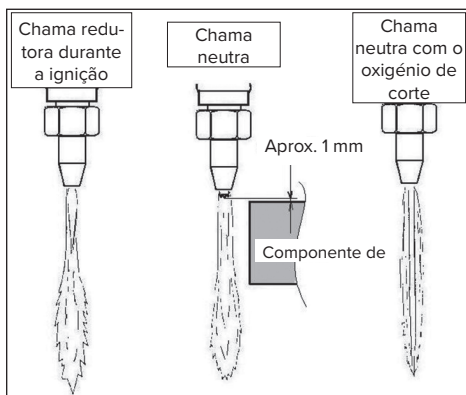

Fig.4: Ajustamento da chama
4.2.3. Abra brevemente a válvula de oxigênio de corte para ver o ajustamento correcto da chama neutra e feche-a em seguida (ver também a Fig.4)